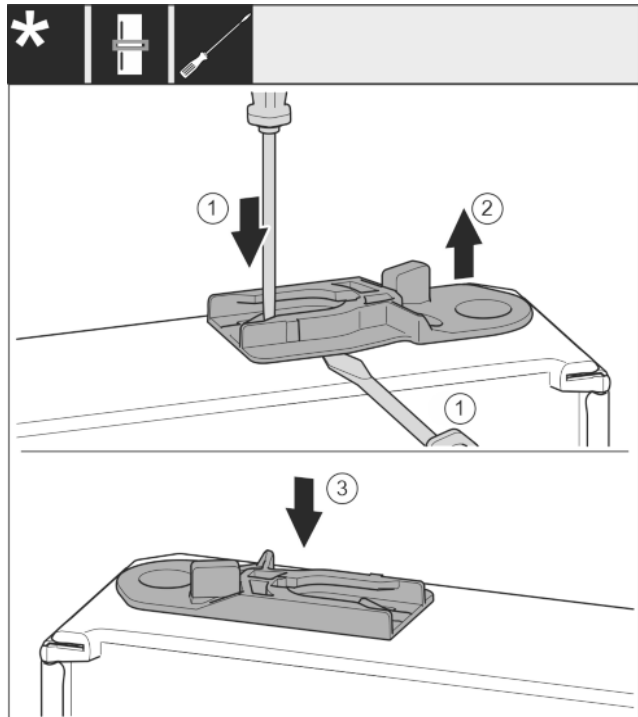

Fig. 29
- ▶ Führungsbuchse herausziehen: Lasche mit Schlitzschraubendreher drücken und gleichzeitig mit Schlitzschraubendreher unter Führungsbuchse fahren. Fig. 29 (1, 2)
- ▶ Im Lieferumfang beiliegende Führungsbuchse auf anderer Gehäuseseite einschieben. Fig. 29 (3)